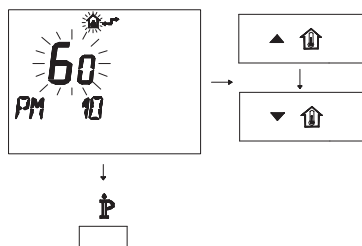

Figura 5.53
- Per modificare il SET programmato agire sui pulsanti ▲⬆️ o ▼⬆️ e aspettare che il numero programmato cominci a lampeggiare (Figura 5.53).